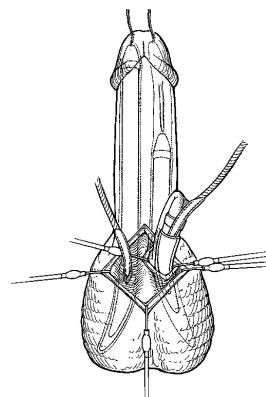
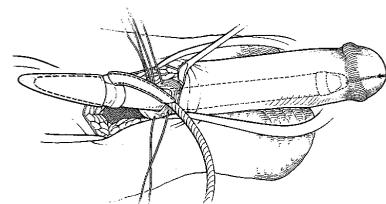

Figura 4-14a. Pênis-escrotal: inserir os cilindros
Figura 4-14b. Infrapúbica: inserir os cilindros
15. Dobre o cilindro sobre si mesmo e, de seguida, empurre a extremidade proximal do cilindro para a raiz, enquanto estica com cuidado a parte distal do pênis (**figura 4-14a, figura 4-14b**). Em alternativa, coloque a parte em forma de “U” da ferramenta proximal na junção entre o tubo de saída e o cilindro e utilize a ferramenta para empurrar a extremidade proximal do cilindro na direção da raiz, enquanto estica com cuidado a parte distal do pênis. A face mais plana da ferramenta deve estar de frente para o cilindro.